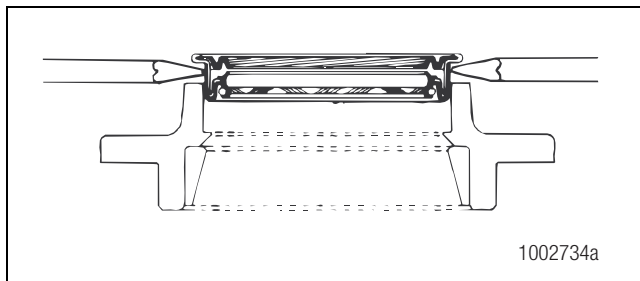

Figura 3.29
- Haga palanca bajo la brida del sello de aceite para retirar el sello de aceite de la jaula del cojinete de entrada. Deseche el sello de aceite. Figura 3.29.